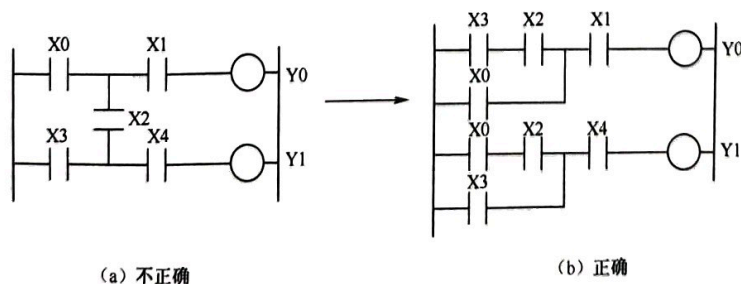

图 3-36 桥式电路的转换
(1) 触点不能接在线圈的右边; 线圈也不能直接与左母线相连, 必须要通过触点连接。
(2) 梯形图中触点可以任意地串联或并联, 而输出继电器线圈可以并联但不可以串联。
(3) 触点应画在水平线上, 不能画在垂直分支线上, 如图 3-36 所示。触点垂直跨接在分支路上的梯形图称为桥式电路, 如图 3-36 (a) 所示, PLC 对此无法进行编程。遇到不可编程的梯形图时, 可根据信号单向自左至右、自上而下流动的原则对原梯形图重新编排, 以便于正确应用 PLC 基本指令来编程, 如图 3-36 (b) 所示。